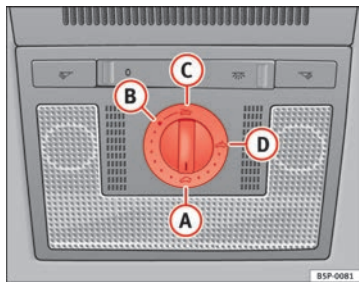

Abb. 70 Detailsicht des Dachhimmels: Drehschalter Schiebe-/Ausstelldach
- Drehen Sie den Drehschalter in Stellung **(A)** ⇒ Abb. 70 ⇒ ⚠.